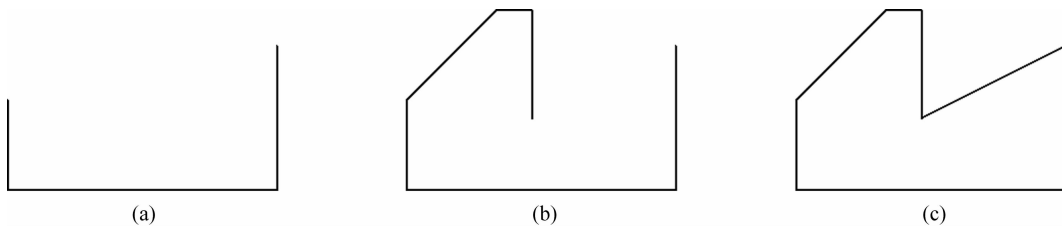

图 2-53 平面图形绘图过程
- (1) 新建图形文件。
- (2) 新建“粗实线”图层。
- (3) 依次绘制各段直线。水平和垂直线段直接输入线段的长度,如图 2-53(a)所示。斜线通过输入点的相对坐标来绘制,如图 2-53(b)所示。
- (4) 绘制最后一段直线。用“对象捕捉”捕捉端点封闭图形或输入 C 并按“Enter”键闭合平面图形,如图 2-53(c)所示。